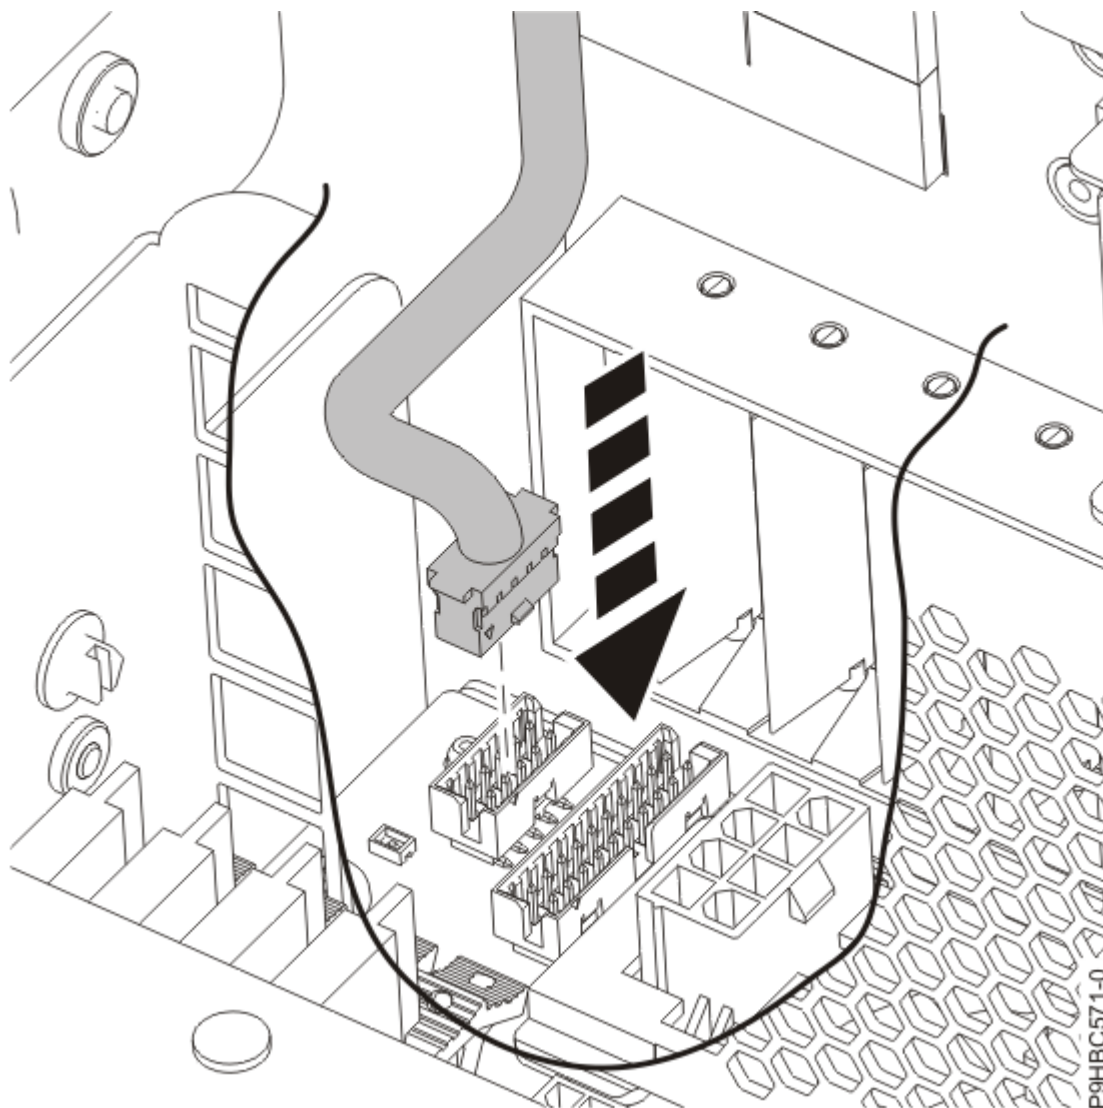

図 123. ラック・マウント型システムのシステム・バックプレーンへのコントロール・パネル・ディスプレイ・ケーブルの接続
6. コントロール・パネル・ディスプレイ・ケーブルをシステム・バックプレーンに接続します (128 ページの図 123 を参照)。